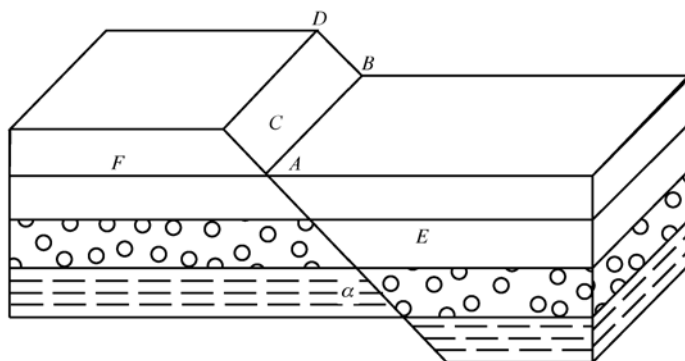

图 1-1 断层要素
② 断层。断层是岩体受力作用断裂后, 两侧岩块沿断裂面发生显著相对位移的断裂构造。断层一般由四个部分组成, 如图 1-1 所示。